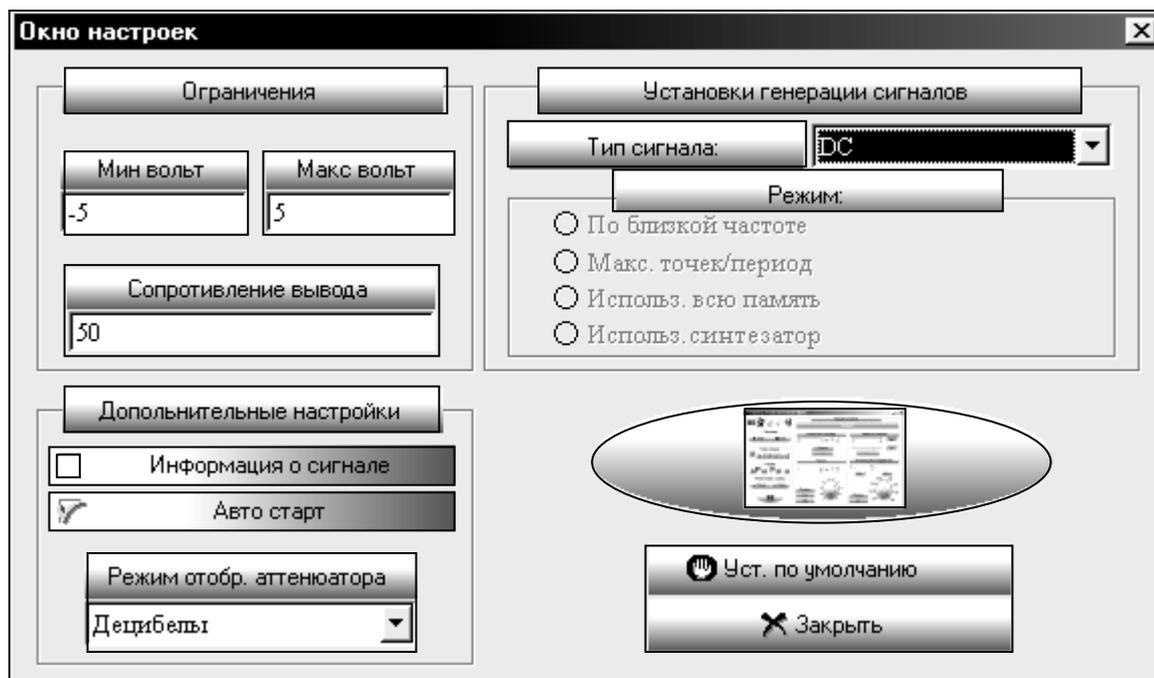

Рис. 7. 12
3) Окно настроек. Открывает окно (Рис. 7. .):